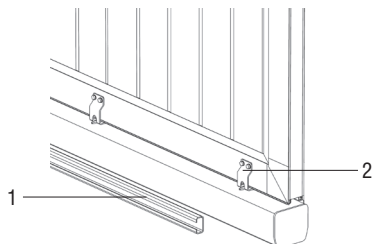

Рисунок 1
1. Установите С-профиль (1) на кронштейны крепления щита (2) и закрепите саморезами (рисунок 1).